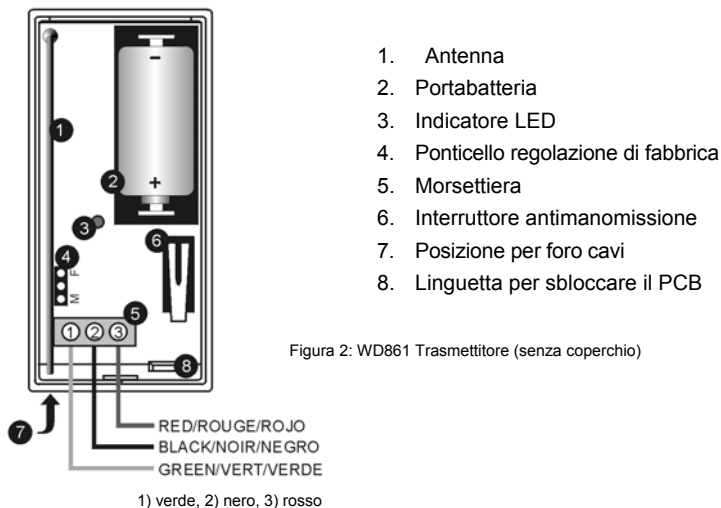

Figura 2: WD861 Trasmettitore (senza coperchio)
7. Creare il foro per cavi nella copertura posteriore – vedere la figura 2.
10. Collegare il cavo del sensore al morsetto come indicato nella figura 2.